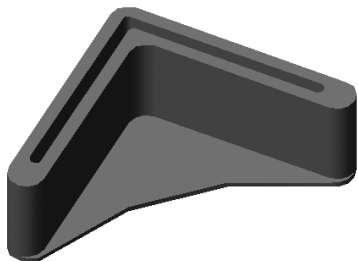

Рис. 5
5. Подпятник - 1 шт. на стойку (рис. 5)